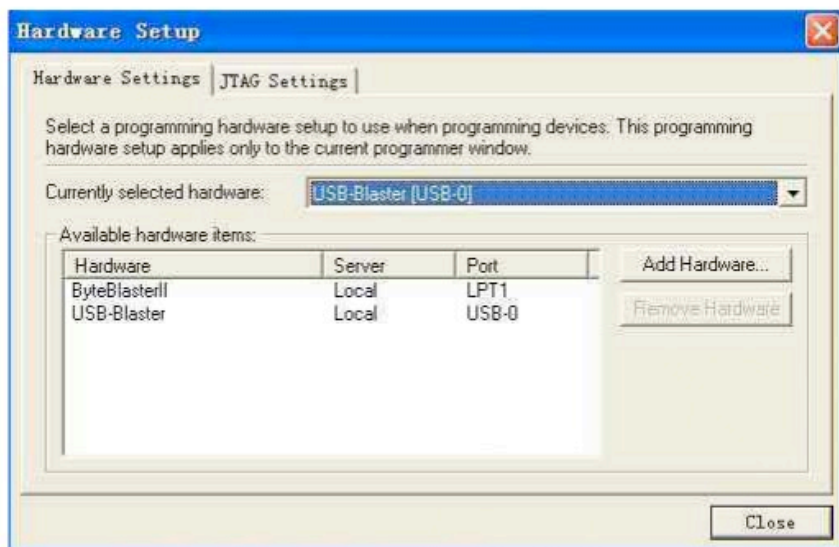

图 1-9 选择 USB-Blaster 为当前可用下载电缆
4. 在“Currently selected hardware:”下拉菜单中选择“USB-Blaster[USB-0]”。如图 1-9 所示。